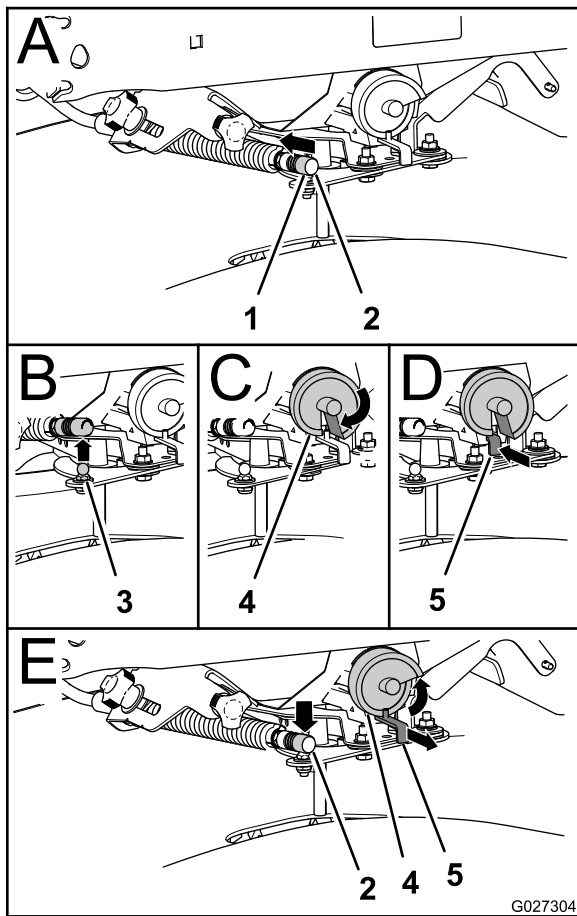

Figura 35
1. Empuje el anillo de bloqueo del cable de la compuerta hacia atrás y levante el cable de la bola de la varilla de la compuerta de dosificación (Figura 35).
2. Retire el cable de la bola del espárrago (Figura 35).
3. Gire la leva del dosificador más allá de la posición 9 hasta que la ranura de la leva esté alineada con la varilla (Figura 35).
4. Empuje la varilla de la compuerta de dosificación hacia atrás del todo (Figura 35).
1. Tire de la varilla hacia fuera hasta que se desenganche de la leva del dosificador (Figura 35).
3. Conexión del cable a la bola del espárrago en la palanca de la compuerta (Figura 35).